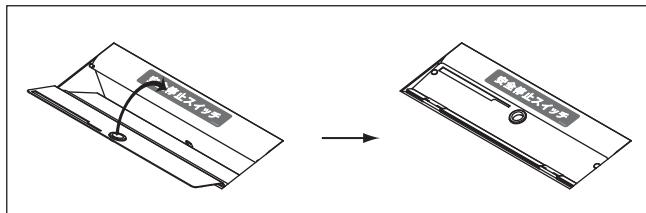

図8 メディア細断用力バー(メディア専用投入口)
- CD/DVD,FD,MOを細断する場合は、メディア細断用力バー(メディア専用投入口)②を安全停止スイッチ⑥側に倒して、投入口③をふさいでください。図8 参照